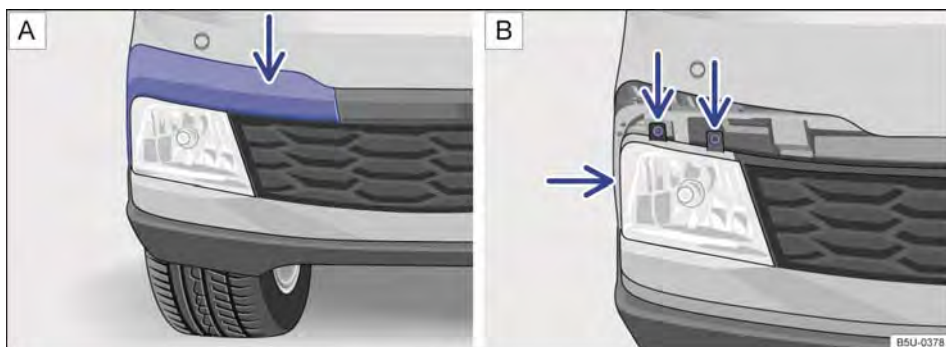
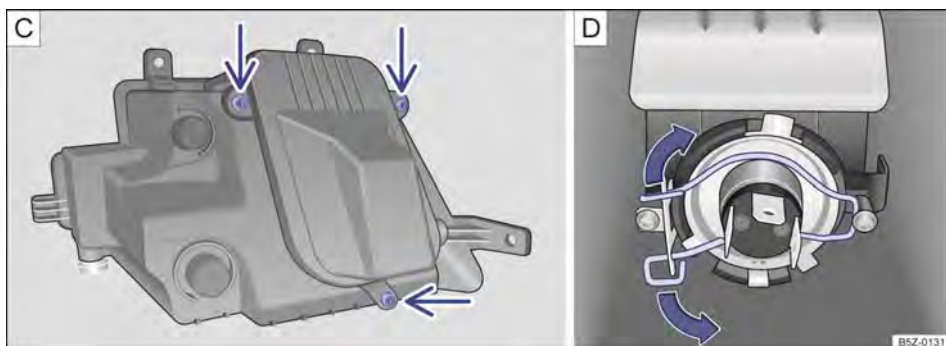

Fig. 183 No para-choque dianteiro: **A** desinstalar a moldura do farol de neblina e **B** retirar os parafusos do farol de neblina.
Fig. 184 No para-choque dianteiro: **C** retirar os parafusos da cobertura da lâmpada e **D** lâmpada do farol de neblina.
- ① Observar a lista de controle e executar as ações → Página 209.
- ② Desencaixar a moldura, cuidadosamente → ①, primeiramente pelo local indicado pela seta → Fig. 183 [A]. Remover completamente para acessar os parafusos do farol de neblina.
- ③ Remover os parafusos de fixação indicados pelas setas → Fig. 183 [B].
- ④ Puxar cuidadosamente o farol de neblina para fora, para desencaixá-lo do para-choque → ①.
- ⑤ Retirar o farol de neblina do para-choque para o lado externo do veículo.
- ⑥ Retirar os parafusos indicados pelas setas → Fig. 184 [C], para acessar a lâmpada do farol de neblina.
- ⑦ Abrir a cobertura da lâmpada do farol de neblina e desencaixar o conector de alimentação da lâmpada.
- ⑧ Comprimir a mola de travamento no sentido da seta → Fig. 184 [D] e deslocá-la para des-travar a lâmpada.
- ⑨ Substituir a lâmpada incandescente queimada por uma lâmpada incandescente nova do mesmo modelo.
- ⑩ Posicionar a lâmpada nova no alojamento, observando o correto posicionamento.
- ⑪ Pressione a mola de travamento e encaixar no suporte para fixar a lâmpada incandescente .
- ⑫ Encaixar o conector de alimentação da lâmpada, pressionando-o até o batente.
- ⑬ Recolocar e apertar os parafusos [C] da cobertura de acesso à lâmpada .
- ⑭ Recolocar cuidadosamente o farol de neblina no alojamento do para-choque → ①.
- ⑮ Recolocar e apertar os parafusos de fixação [B] do farol de neblina.
- ⑯ Encaixar a moldura do para-choque da esquerda para a direita.